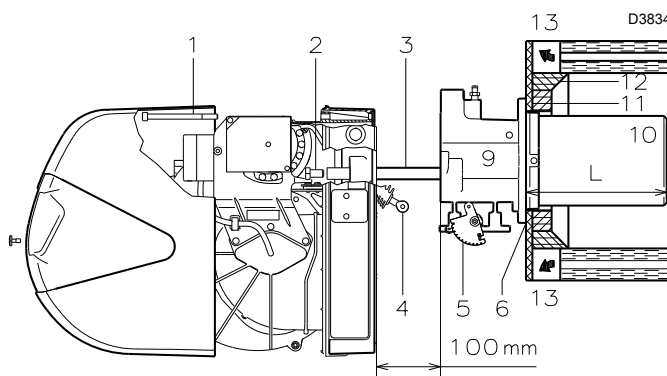

Рис. 11
Для котлов с водоохлаждаемой передней стенкой облицовка огнеупорным материалом 11)-12) (Рис. 11) необязательна, если это не требуется заводом-изготовителем.
- Отсоедините головку горения от остальной части горелки, как показано на Рис. 11: